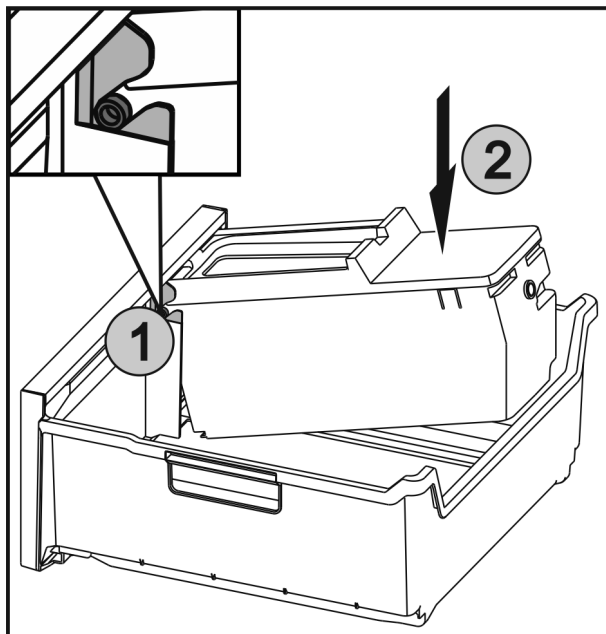

Fig. 59
- Insérer les axes Fig. 59 (1) sur l'EasyTwist-Ice dans les guides et appuyer sur le côté arrière Fig. 59 (2) jusqu'à ce que la languette s'enclenche.